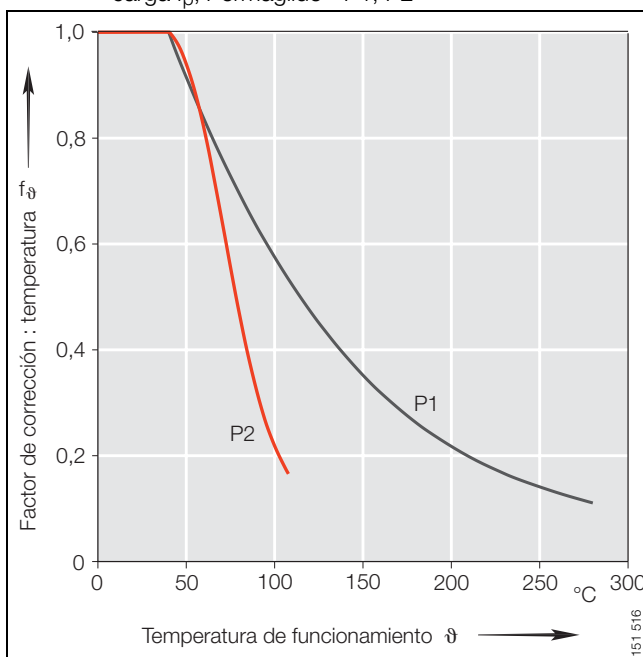

Figura 6 · Factor de corrección: temperatura f_θ , Permaglides® P1, P2
Factor de corrección: temperatura, figura 6, página 15
- Factor de corrección: temperatura f_θ , figura 6, página 15